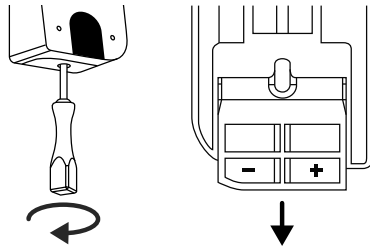

Abb. 3
- 3 Entfernen Sie die Schraube aus der Unterseite der Tastatur mit dem im Lieferumfang beiliegenden Tx8-Schraubendreher und ziehen Sie das Batteriefach nach unten heraus (Abb. 3).